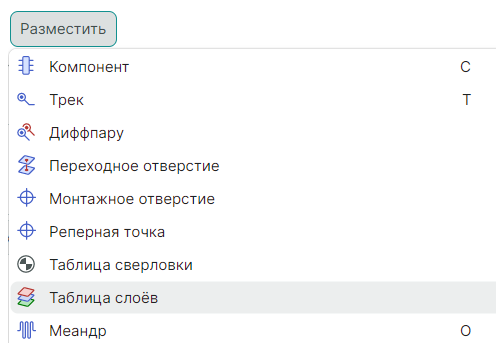

Рис. 116 Инструмент «Таблица слоев»
2. В главном меню программы выберите «Разместить» → «Таблица слоев», см. Рис. 116.